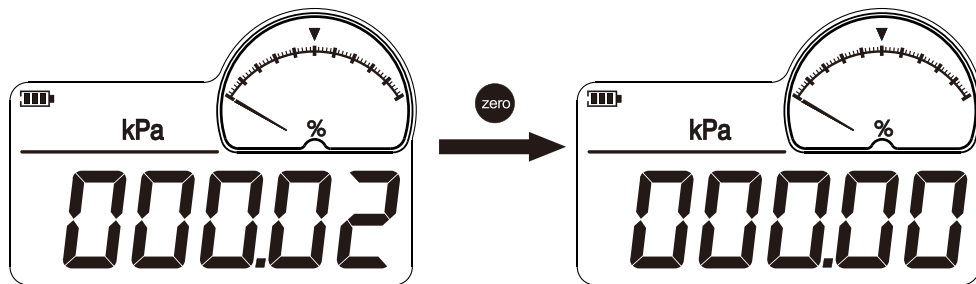

图7-3-1: 表压的清零过程
(1) 表压型ConST211: 把ConST211的引压口通大气, 如果当前压力测量数值在 $(-1\% \sim 1\%)$ FS范围内时, 按 **zero** 键, 可对测量数值进行清零。表压型ConST211的清零过程如图7-3-1: